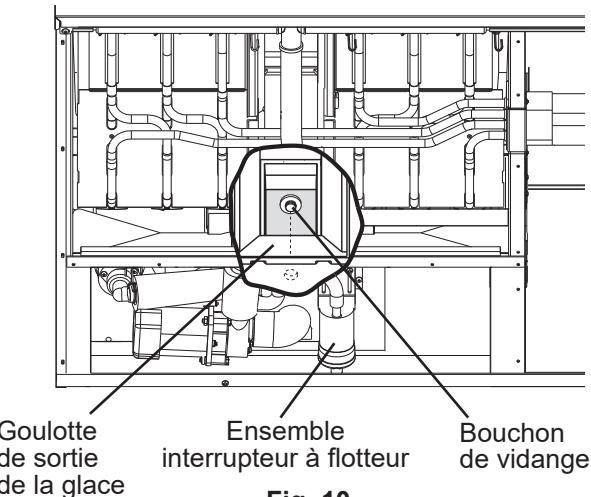

Fig. 10
- Déposer le panneau isolant. Déposer le bouchon de vidange situé sur la partie avant inférieure de la goulotte de glace. Voir fig. 10. Laisser le réservoir d'eau se vider.
- 5) Déposer le bouchon de vidange situé sur la partie avant inférieure de la goulotte de glace. Voir fig. 10. Laisser le réservoir d'eau se vider.